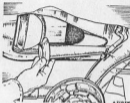

Abb. H 2 Stroh von der Federbohle abziehen und sodann nach hinten ziehen, um die Kugelleide vom Radarm zu lösen.
- (1) Obere Befestigung des hinteren Stoßdämpfers, wie unter Abschnitt L.1 beschrieben, lösen.
- (2) Wagen anheben und unter der Seite des Hilfrahmens abstützen.
- (3) Rad abnehmen.
- (4) Bremsenschlauch von der Halterung am Längsarm lösen.
- (5) Strelberggruppe (Abbildung H 2) herausdrücken. Die Nylon Fassung bleiben und kann, falls nicht beschädigt, mit den Fingern entfernt werden.
- (6) Handbremskabel vom Hebel an der Halterplatte lösen, Führungsrohr aus der Klemme am Arm drücken und Rohr vom Arm abheben. Bei späteren Modellen ist die Mutter vom Kabel Sektor Schwenkmutter zu entfernen sodass der gesamte Sektor abgenommen werden kann.
- (7) Verkleidung am hinteren Heck des Radhauses entfernen.
- (8) Mutter und Scheibe der Längsarmschwenkbohle entfernen und Arm vom Wagen abheben.